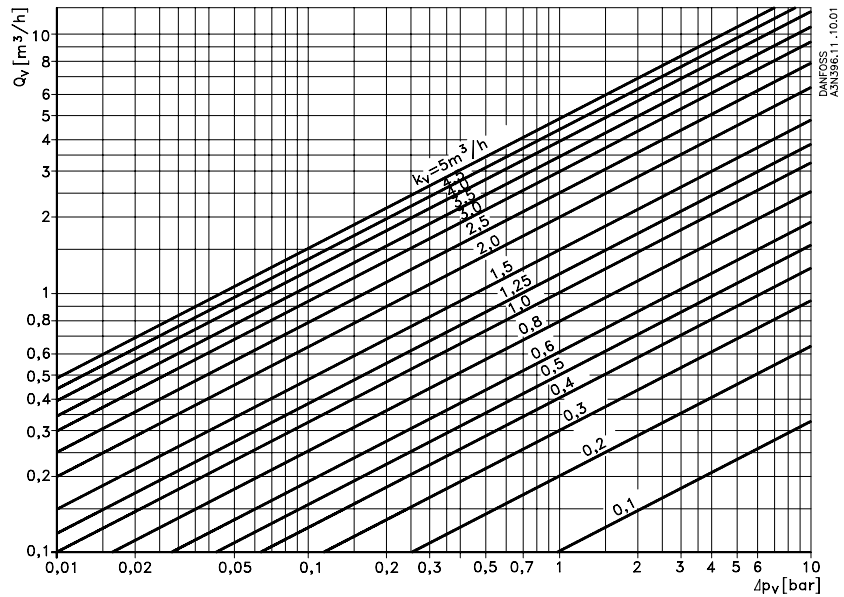

Fig. 6
- Fig. 6 - Gráficos de los valores  $k_v$